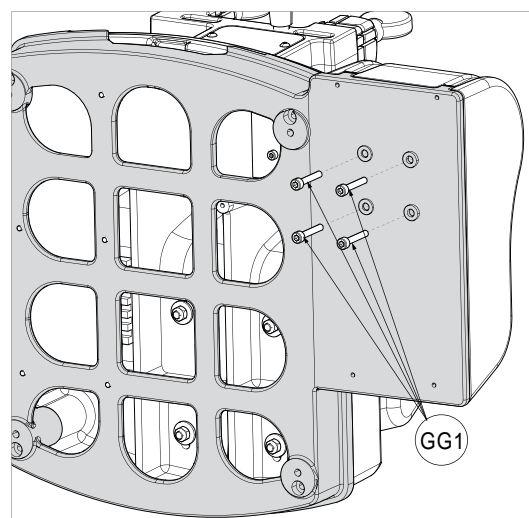

Fig. 64
- 2) Loosen 4 screws (GG1) (Fig. 64).